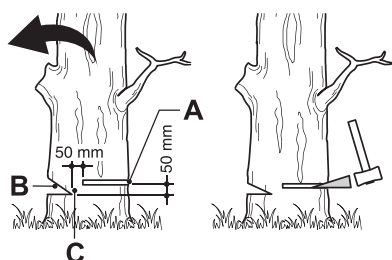

Fig. 37
Effectuez une entaille (fig. 37, B) d'une profondeur égale à 1/3 du diamètre de l'arbre, perpendiculairement au sens de la chute (fig. 37). Faites la coupe horizontale en premier. Ainsi, la chaîne et le guide-chaîne ne risqueront pas d'être coincées dans le bois lorsque vous ferez la deuxième entaille.
1. Le trait d'abattage (Fig. 37, A) doit être situé au moins 50 mm au-dessus de la ligne horizontale de l'entaille d'abattage (Fig. 37). et il doit être strictement parallèle à celle-ci. Laissez entre l'entaille et le trait d'abattage une épaisseur de bois assez conséquente pour pouvoir constituer une charnière. La charnière (Fig. 37, C) a pour but d'éviter que l'arbre ne pivote et tombe dans la mauvaise direction. Ne coupez pas à travers la charnière.